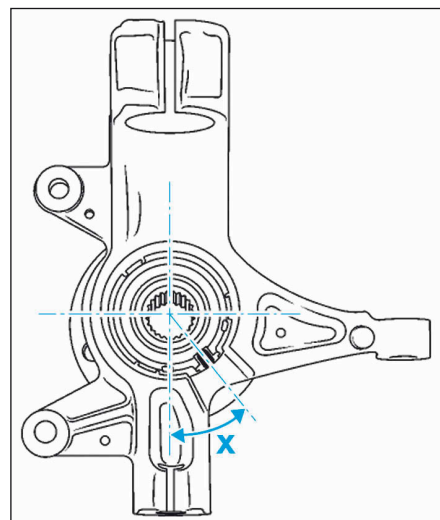

FIG.25
- Positionner le porte capteur en respectant l'angle de $x = 35^\circ$ par rapport à la verticale (Fig.25).